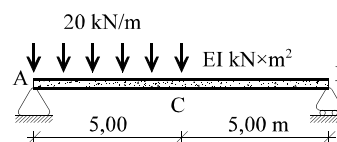

Figura 14
14) Calcular la flecha en el centro C de la viga cargada de la figura 14.